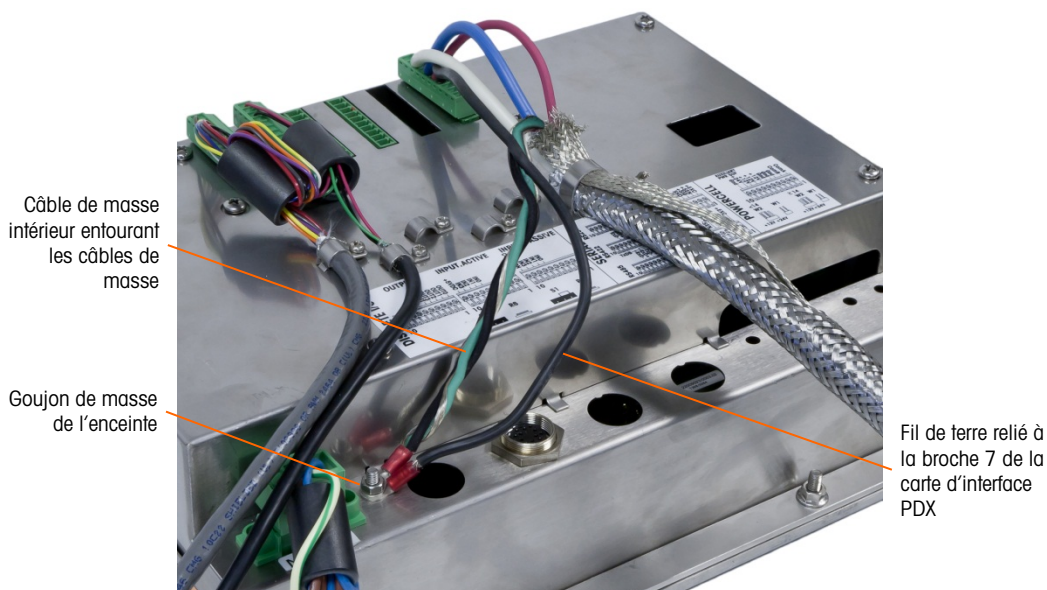

Figure A-69 : Pris de terre rempli
4. Torsadez ensemble la masse du câble du circuit autonome avec les câbles de masse noirs et verts et connectez-les au même goujon externe de masse comme sur la Figure A-69.